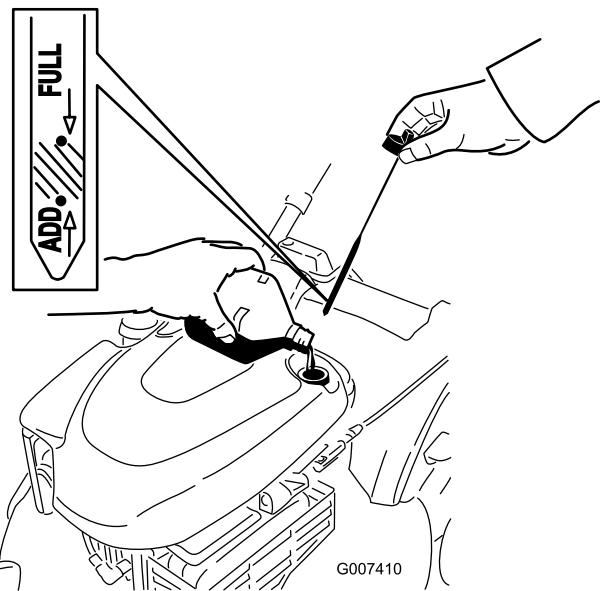

Figura 7
- Retire la varilla (Figura 7) y vierta aproximadamente tres cuartas partes de la capacidad total del cárter por el tubo de llenado de aceite.
- Retire la varilla y compruebe el nivel de aceite en la varilla; consulte Figura 7.
del aceite sea correcto, según se muestra en Figura 7.